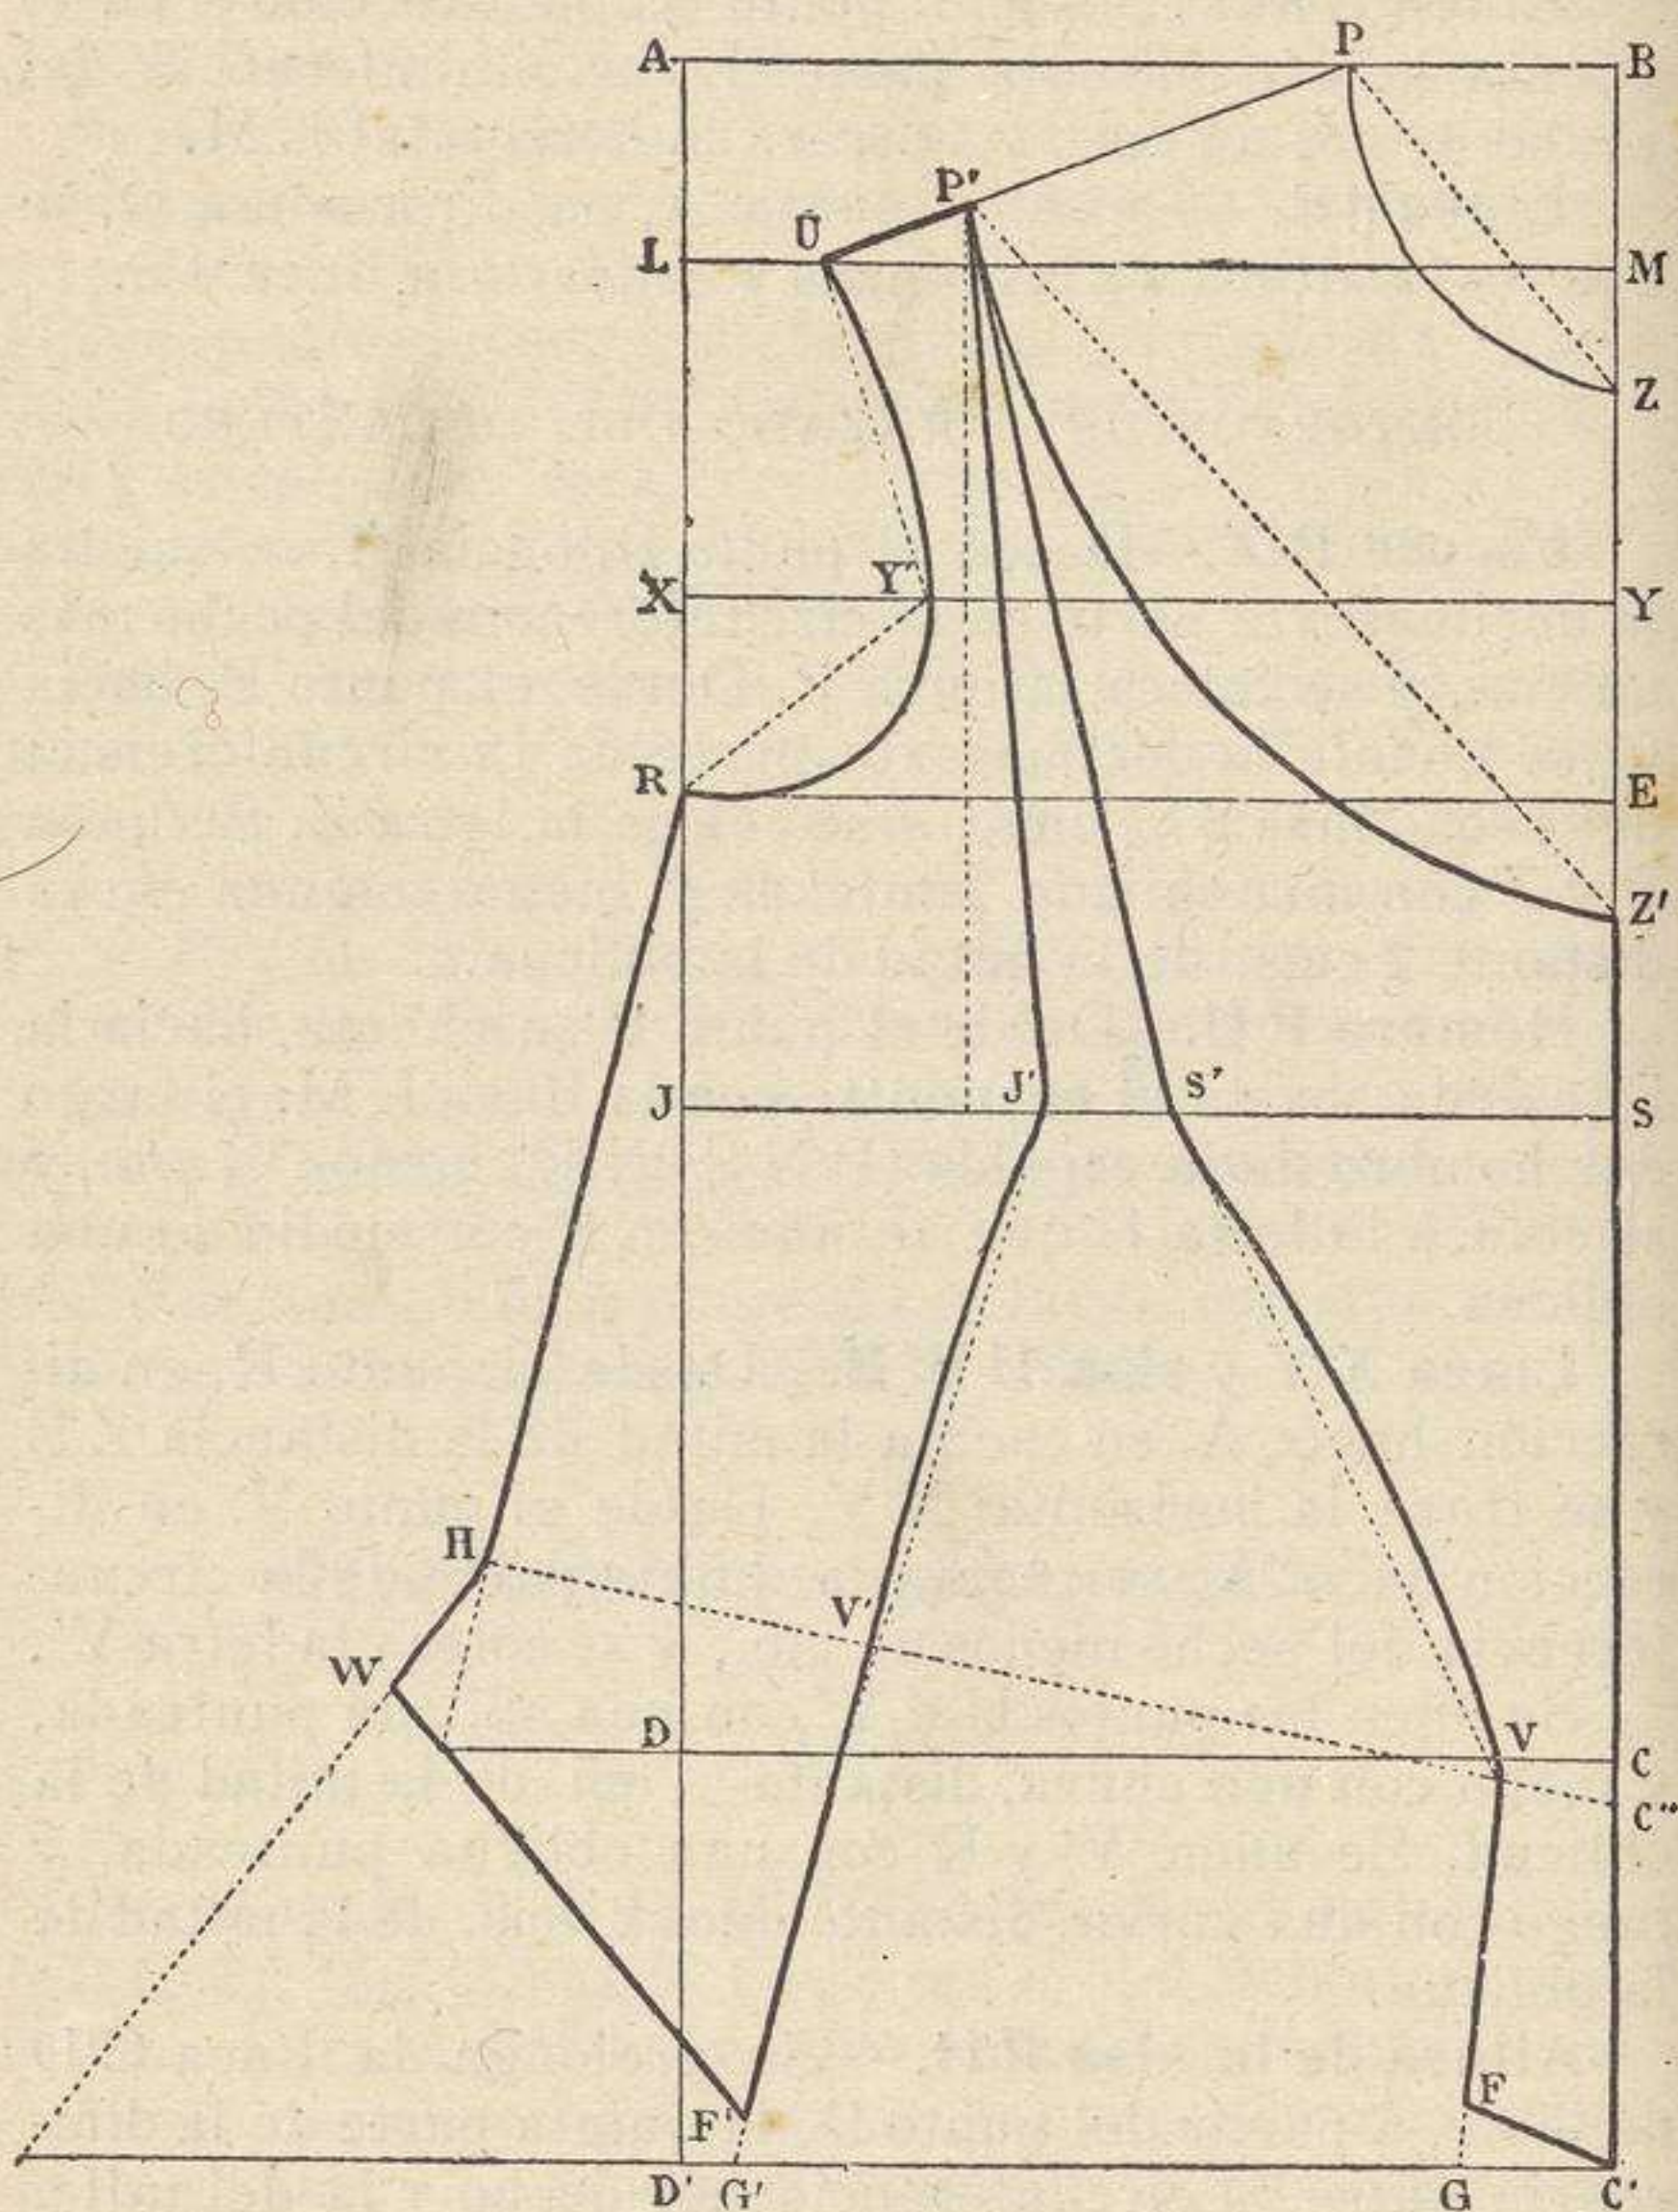

Fig. 70 ( $\frac{1}{5}$  del tamaño real).—Delantero del cuerpo descotado.
**Rectángulo A B C' D'.** — Se traza un rectángulo A B C' D' (fig. 70) cuyo largo sea el del delantero más 10 cms. para el faldón, y cuyo ancho sea la media circunferencia del pecho más un cm. y menos el medio ancho de la espalda y la duodécima parte de la circunferencia del pecho.